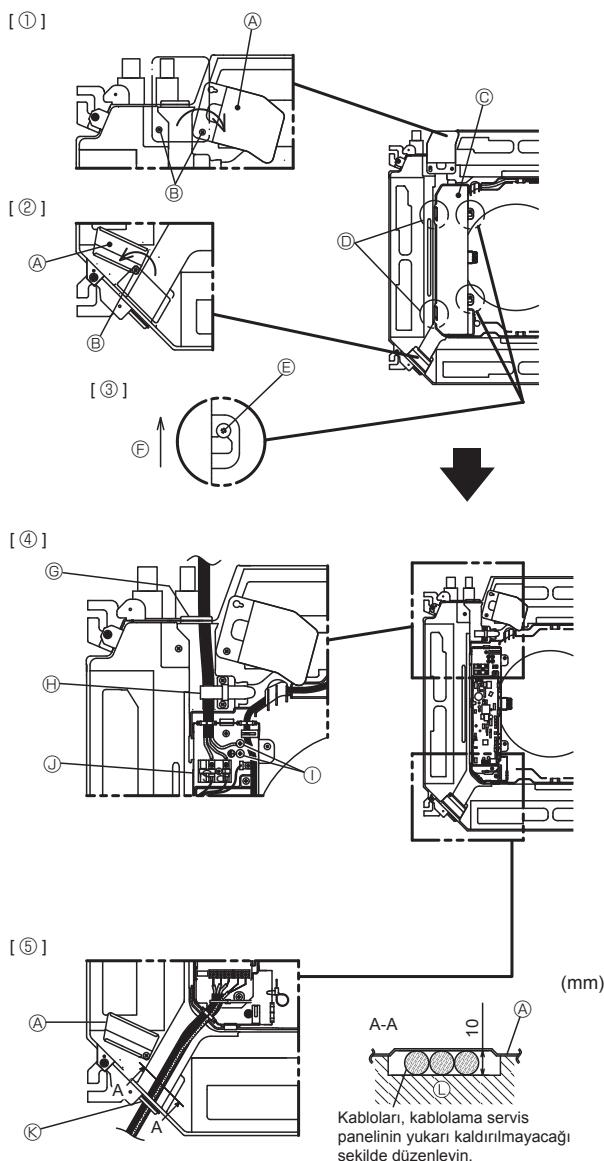

Fig. 5-1
5.1. İç ünite (Fig. 5-1)
- Elektrik kablosu servis panelini sabitleyen iki vidayı söküp ve ardından elektrik kablosu servis panelini çevirin. [Fig. 5-1 ①]
- Kablo girişindeki (uzaktan kumanda kablosu ve iç-dış bağlantı kablosu) elektrik kablolama servis panelini sabitleyen tek vidayı gevşetin, ardından servis panelini şekilde gösterilen konuma döndürün. [Fig. 5-1 ②]
- Elektrikli kutusu kapağını sabitleyen iki vidayı söküp ve ardından elektrik kutusu kapağını kaydırarak çıkarın. [Fig. 5-1 ③]
- Güç kablosunu ve toprak kablosunu şekilde gösterilen kablolama girişlerinden geçirin ve bağlayın. [Fig. 5-1 ④]
- Uzaktan kumanda kablosunu ve iç - dış bağlantı kablosunu şekilde gösterilen kablolama girişlerinden geçirin ve bağlayın. [Fig. 5-1 ⑤, Fig. 5-2, Fig. 5-3]